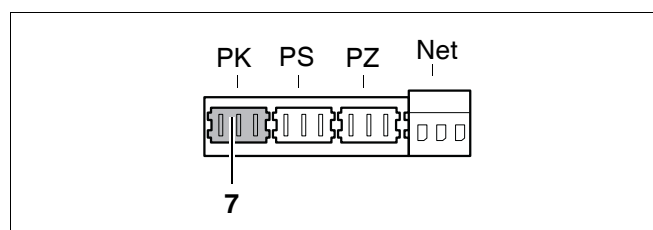
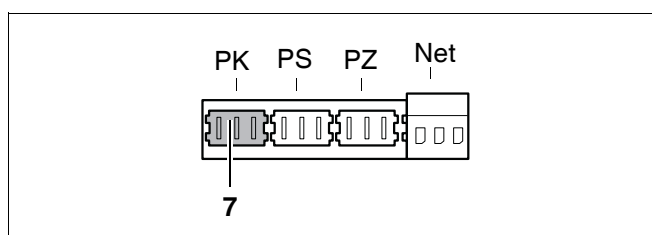

Fig. 37 Klemrække – ekstern varmepumpe 230 V (tilslutningsfarve grøn)
Fig. 40 Klemrække – ekstern varmepumpe 230 V (tilslutningsfarve grøn)
Den maksimale elektriske effekt, som må slutes til pumpens løse 230 VAC-tilslutningskabel (fig. 37, pos. 7) og til det grønne stik PK (fig. 40), er i alt 250 watt. Hvis der skal slutes et effektforbrug til på mere end 250 watt, er det muligt via et ekstra 230/230 V-relæ, som skal installeres af en installatør/elektrotekniker.
- Slut den eventuelle eksterne pumpe til (ikke tilslutningsgruppens pumpe) på det grønne stik PK (fig. 40, pos. 7). Maksimalt tilladt strømforbrug for pumpen = 250 W.